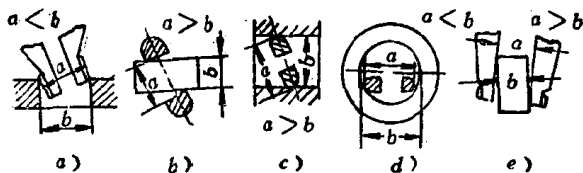

图8 几种错误的测量外径、孔径和沟槽的方法
(5) 在测量圆柱形工件的外部尺寸时, 游标卡尺的两个量爪不能歪斜, 应当在与工件轴线相垂直的平面里进行测量, 否则测量的结果不准确(如图8 b、e)。在测量孔径时, 两个量爪的测量刃应当位于孔的直径上, 不然测量的结果将比实际尺寸小(如图8 a、d)。在测量沟槽时, 游标卡尺也要准确地安置, 否则测量的结果将比实际尺寸大(如图8 c)。